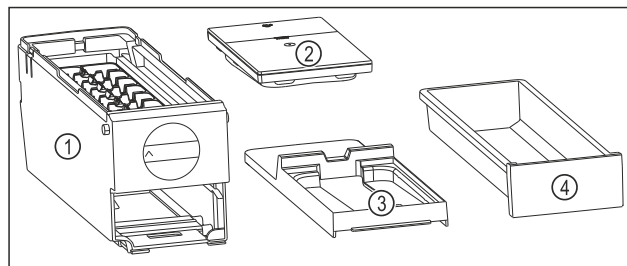

Fig. 85 Komponenter i EasyTwist-Ice
- ▷ EasyTwist-Ice er delt inn i fire deler. (se Fig. 85)
- Demonter kun delene til EasyTwist-Ice som er angitt på bildet. (se Fig. 85)
- Hoveddelen til EasyTwist-Ice Fig. 85 (1) rengjøres som en del.